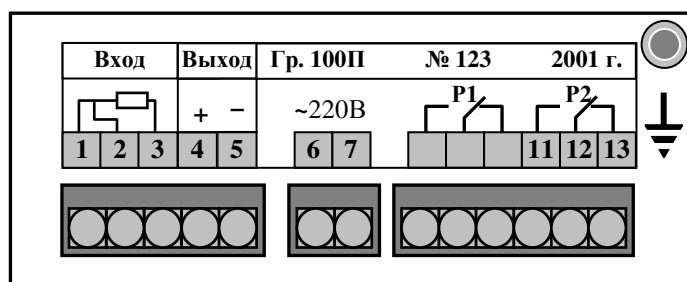

Рисунок 2 - Внешний вид задней панели
4.1.6 На задней панели (Рисунок 2) расположены разъёмы для подключения входных и выходных сигналов и напряжения питания, винт для заземления корпуса прибора.